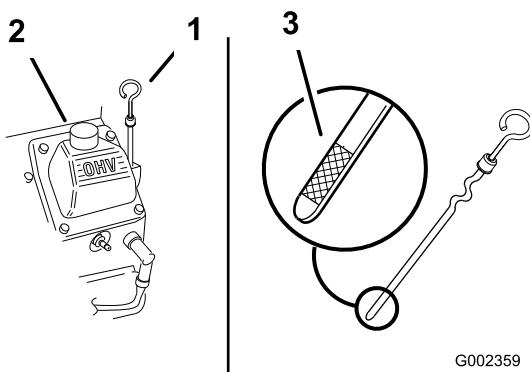

Bild 17
2. Reinigen Sie den Bereich um den Ölpeilstab (Bild 17), damit kein Schmutz in den Einfüllstutzen gelangen und den Motor beschädigen kann.
3. Nehmen Sie den Peilstab heraus und wischen Sie ihn ab. Stecken Sie ihn dann ein (Bild 17).
5. Wenn der Ölstand unter der Voll-Marke liegt, nehmen Sie den Fülldeckel ab (Bild 17) und gießen Sie genug Öl ein, um den Ölstand bis zur Voll-Marke anzuheben. **Füllen Sie nicht zu viel ein.**